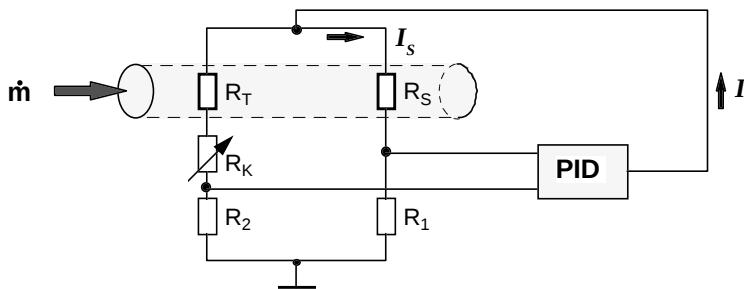

Bild 3 : Funktionsschema des thermischen Durchflusssensors
In einer Brückenschaltung wird die Temperaturdifferenz zwischen dem Heizwiderstand (R_S) und einem vor diesem im Medienstrom angeordneten Temperaturfühler (R_T) auf einem konstanten Wert gehalten (Bild 3). Der dazu notwendige Brückenstrom (I) ist ein Maß für die Geschwindigkeit des strömenden Gases.